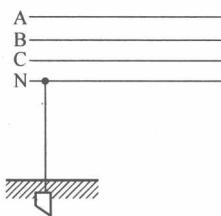

图 1-4 工作接地
(1) 工作接地 通常为了用电安全，电力系统均将中性点接地，称为工作接地。**接地电阻一般规定小于 4Ω，如图 1-4 所示。**